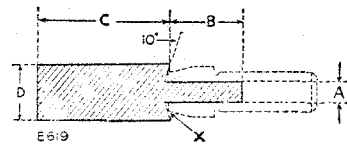

Fig. A-327—Montaje de las guías de válvula.
3. Para poder cambiar las guías de válvula nuevas, es necesario usinar dos punzones a las dimensiones según ilustradas en Fig. A-327. Es de suma importancia que se mantenga el ángulo de 10° pues, de no hacerlo, esto puede dar lugar a averías a la guía de válvula y al derrumbamiento posible de la ranura del sellado.